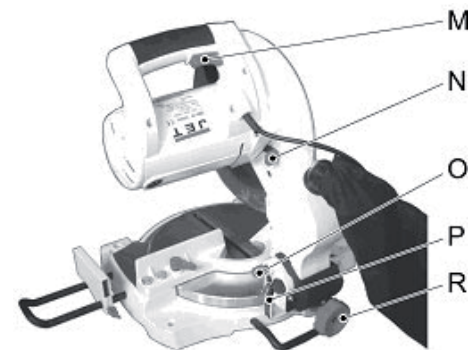

Рис. 2
- Штифт для блокировки головы пилы (O, Рис.2) может быть вытасчен.
- Торцовочная пила включается с помощью выключателя на внутренней стороне рукоятки (М, Рис. 2).